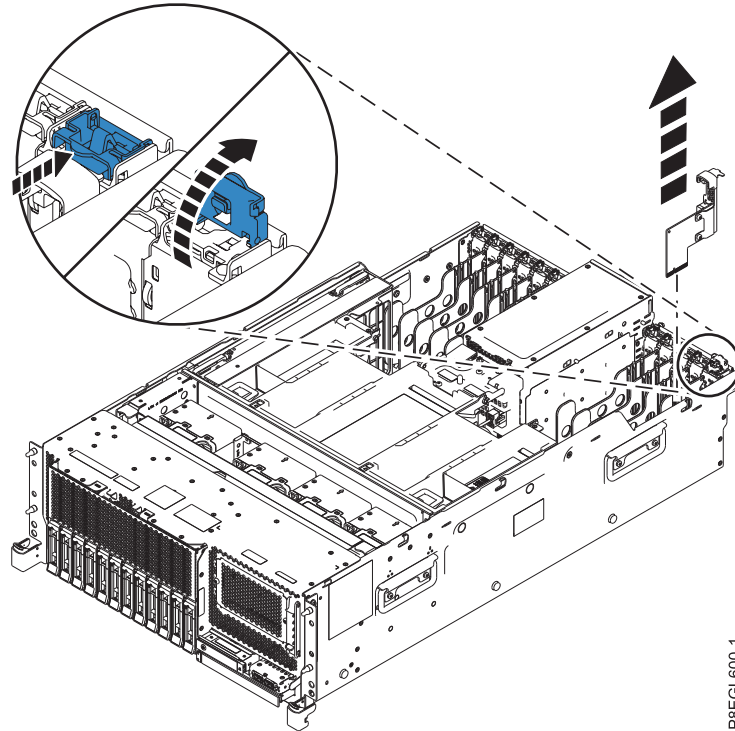
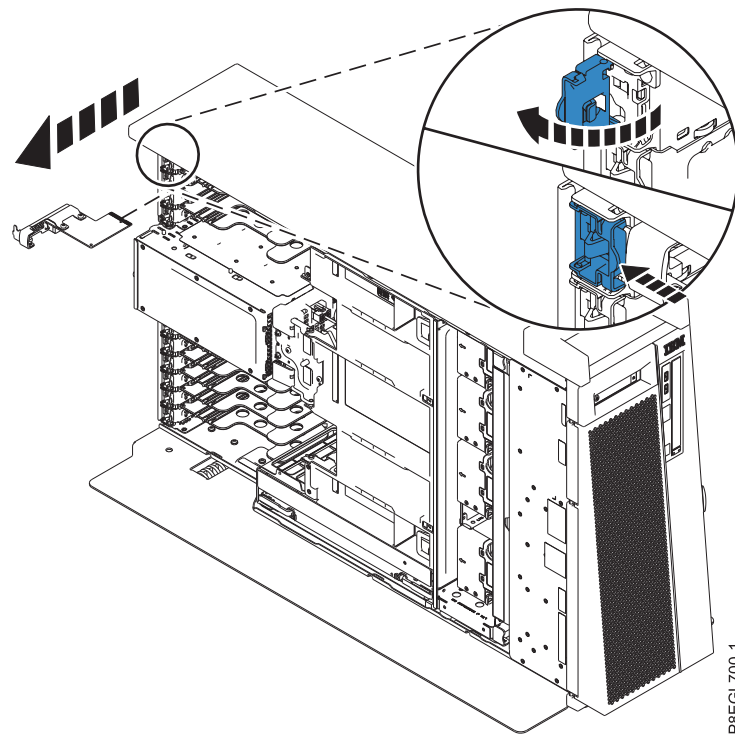

図 1. ラック・マウント型システムからのシステム入出力カードの取り外し
図 2. スタンドアロン・システムからのシステム入出力カードの取り外し
2. ラッチ・クリップを押して青色のラッチをアンロックしてから、5 ページの図 1 および 5 ページの図 2 に示されている方向に青色のロック・ラッチを持ち上げます。このアクションにより、システム後部バルクヘッドのスロットからシステム入出力カードをアンロックします。